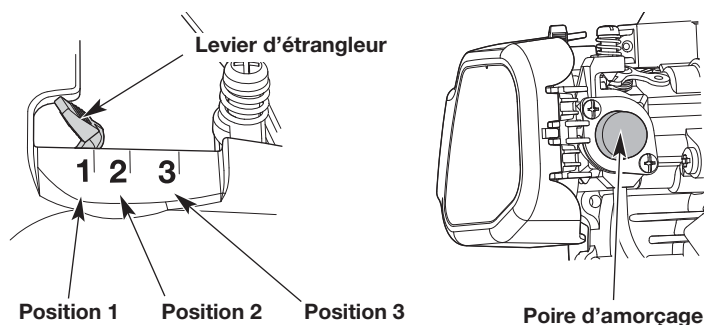

Fig. 7
3. Lentement, pressez puis relâchez **10 fois** de suite la poire d'amorçage (Fig. 7). Si vous ne voyez pas de carburant dans la poire d'amorçage, pressez et relâchez la poire jusqu'à ce que du carburant soit visible.
4. Mettez le levier d'étrangleur en **Position 1** (Fig. 7).
7. Continuer d'appuyer sur le verrouillage du papillon des gaz et serrer la commande des gaz. Mettez le levier d'étrangleur en **Position 2** (Fig. 7).
10. Continuer d'appuyer sur le verrouillage du papillon des gaz et serrer la commande des gaz. Mettez le levier d'étrangleur en **Position 3** (Fig. 7) et continuez à faire chauffer le moteur pendant 60 secondes de plus. L'appareil peut être utilisé pendant ce temps.
SI... le moteur a des à-coups, remettez le levier d'étrangleur en **Position 2** (Fig. 7) et continuez à chauffer le moteur.